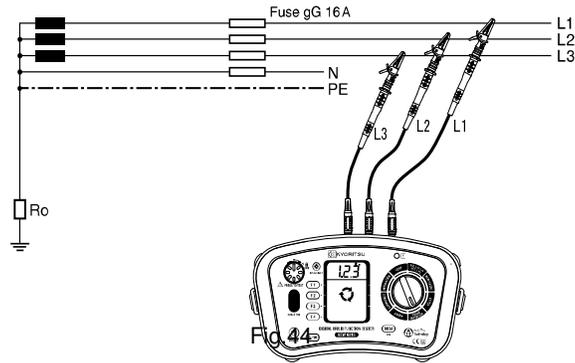

Fig.44
3. Connectez les cordons à un circuit. (Fig.44)